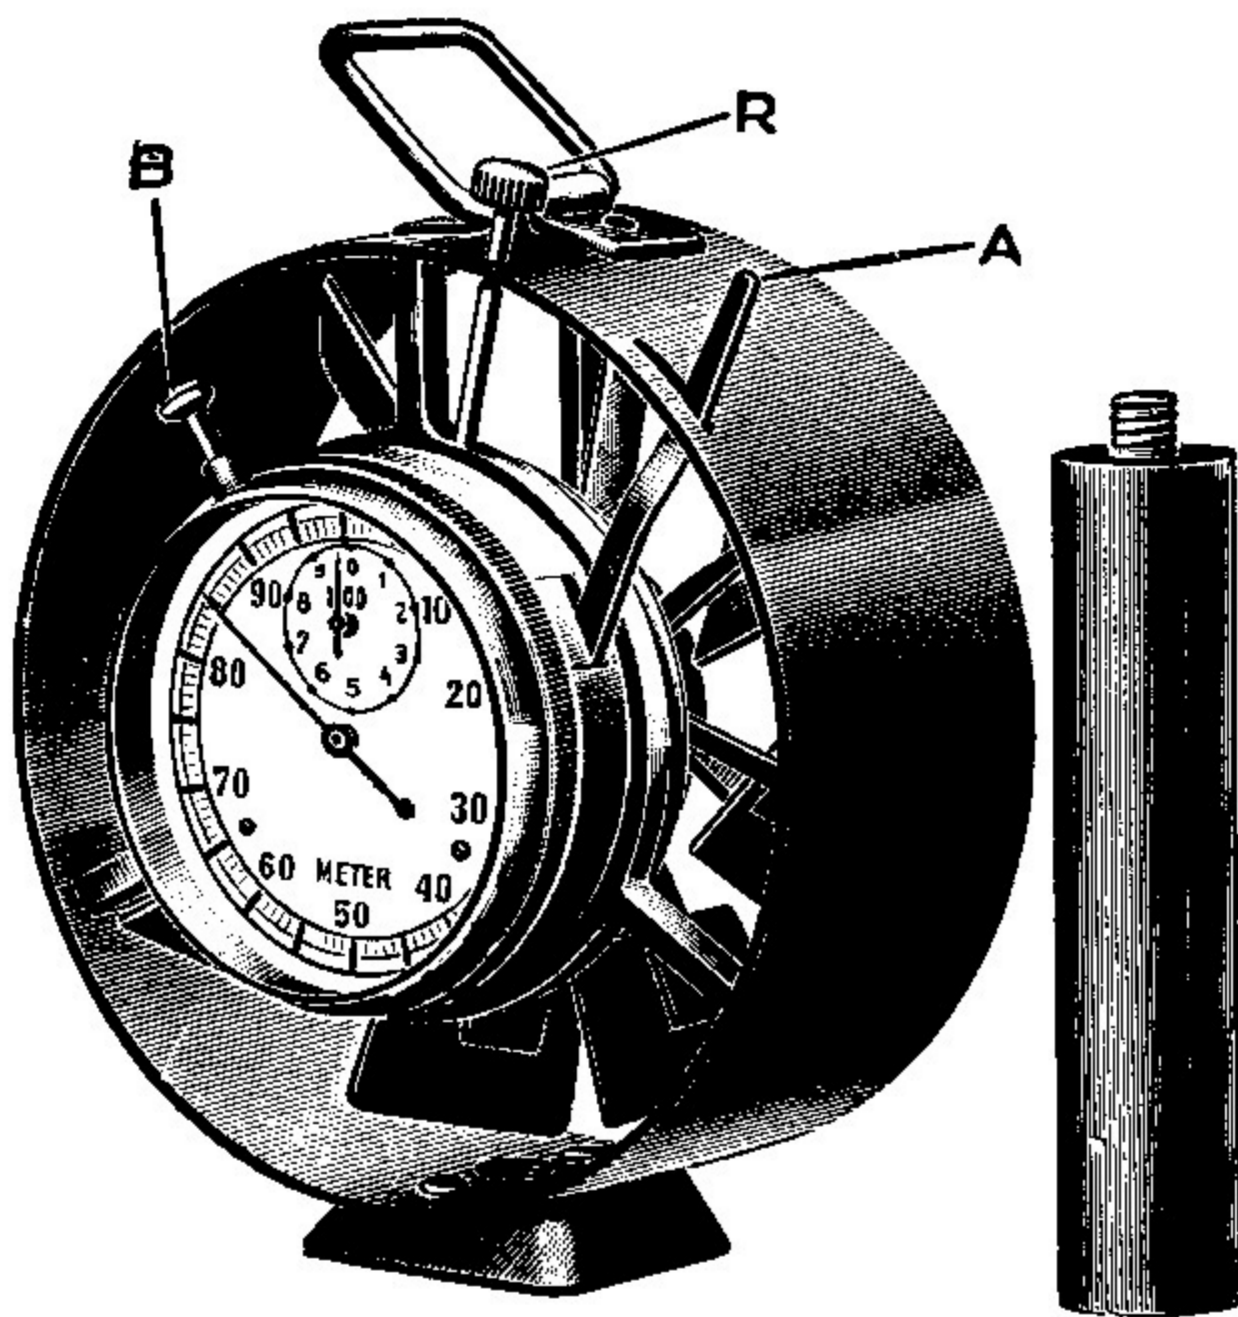

Bild 1
- 6     Flügelrad-Anemometer mit Uhrwerk zum Ein- und Ausschalten des Zählwerkes (Bild 1), 30 Sekunden Anlaufzeit, 1 Minute Meßdauer, etwa 30 Sekunden Auslauf, Meßbereich 1000 m, Geschwindigkeitsgrenzen 0,3 und 12 m/sek, äußerer Schutzringdurchmesser 108 mm, mit Momentnullstellung der Zeiger, mit Hülsenhandgriff, in Transportkasten.